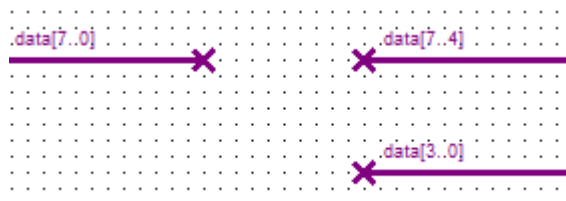

Рис. 1.43.
**8.7.** Перейдіть в режим функціонального моделювання **Functional**. Для цього в меню **Assignment** виберіть команду **Setting** і у списку **Simulation Mode** виберіть режим **Functional**. Виконайте команду **Generate Functional Simulation Netlist** із головного меню **Processing**. Для запуску симуляції використайте піктограму  в панелі задач, або виберіть команду **Start Simulation** в меню **Processing**. Результат виконаної функціональної симуляції проекту *CL\_Project\_v1* представлений на рис. 1.43.
В складних схемах припускається розривання провідників та шин. В цьому випадку провідники, які розірвані, повинні мати однакові назви. Особливо це зручно для розгалуження шин, наприклад восьмирозрядна шина **data[7..0]** з одного боку розгалужується на дві чотирирозрядні шини **data[7..4]** і **data[3..0]** (рис. 1.43). Компілятор поєднає провідники відповідно до призначених імен.